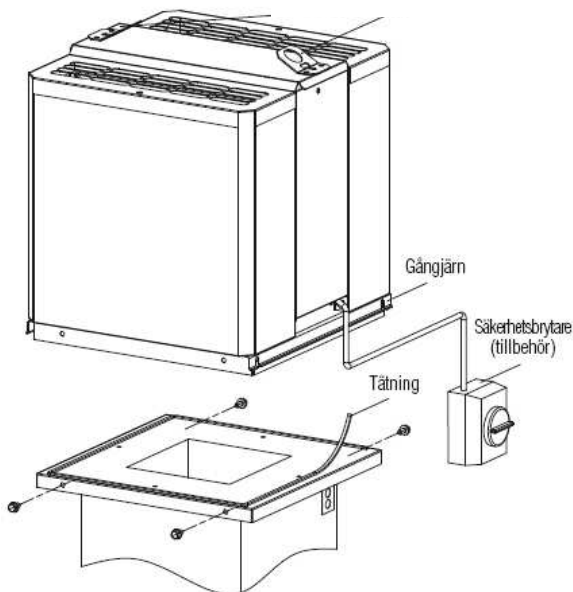

Bild 2.
1. Montera medlevererade tätning på takgenomföringens övre kant enligt Bild 2.
- b. säkerhetsbrytaren och kabelgenomföring i BOGA kommer på samma sida, vilket också avgör gångjärnsläget, se Bild 2